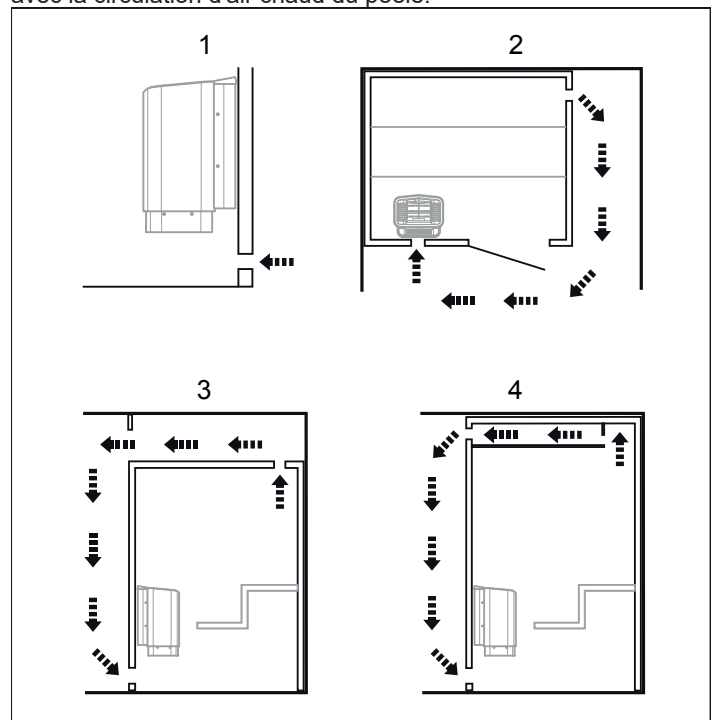

Figure 9 : Positionnement des bouches d'entrée et de sortie d'air
- le plus loin possible de l'entrée d'air, en diagonale (voir figure 9).
- en hauteur sur la cloison, ou au plafond (voir figure 9).